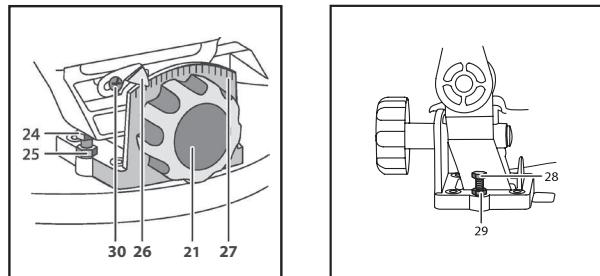

Рис. 5
- б)** отверткой открутите крышку (31) щеткодержателя;
а) Регулировка угла наклона пиления 90°. Ослабьте винт фиксации наклона пилы (21), приведите пилу в крайнее вертикальное положение, ослабьте стопорную гайку (25) болта (24) и, используя угольник, установите пильный диск (3) на угол 90° относительно поворотного стола (13) поворотом болта (24). Затяните стопорную гайку (25) (Рис. 5).
По достижении необходимого результата регулировки, ослабьте установочный винт указателя (30), совместите стрелку указателя (26) с делением 0° на шкале угла наклона пиления (27). Зафиксируйте установочный винт указателя (30) (Рис. 5).
б) Регулировка угла наклона пиления 45°. Ослабьте винт фиксации наклона пилы (21), приведите пилу в крайнее наклонное положение, ослабьте стопорную гайку (29) болта (28) и, используя угломер, поворотом болта (28) установите пильный диск (3) на угол 45° относительно поворотного стола (13). Затяните стопорную гайку (29) (Рис. 5).